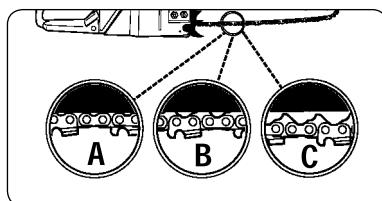

Рис. 6
**ВНИМАНИЕ:** В случае, если цепь чрезмерно провисла или слишком сильно натянута, зубчатое колесо, шина, цепь и коленовый вал изнашиваются намного быстрее. Рассмотрите (Рис. 6), на котором проиллюстрировано правильное натяжение при холодной цепи (A), теплой цепи (B), а также цепи, натяжение которой необходимо отрегулировать (C).